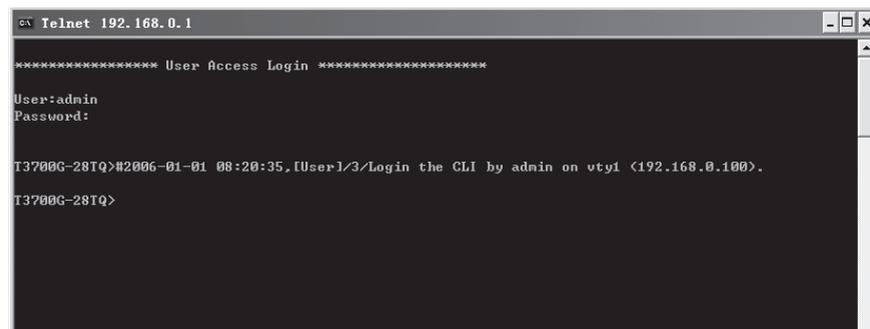

Рисунок 6-12 Вход в коммутатор
- Введите Имя пользователя и Пароль (по умолчанию для каждого установлено значение admin) и нажмите клавишу Enter. Далее вы можете использовать интерфейс командной строки (см. рисунок 6-12).